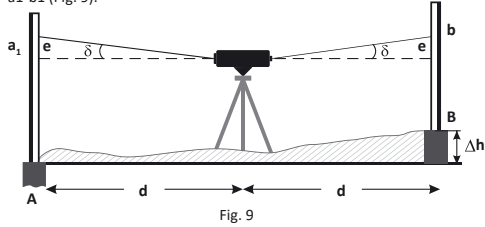

Fig. 9
a) Installez deux rails A et B à une distance de 50 m l'un de l'autre. Installez l'appareil au milieu entre eux. Mettez le dispositif à niveau et lisez respectivement les portées A et B. L'excédent entre eux est  $\Delta h = a_1 - b_1$  (Fig. 9).